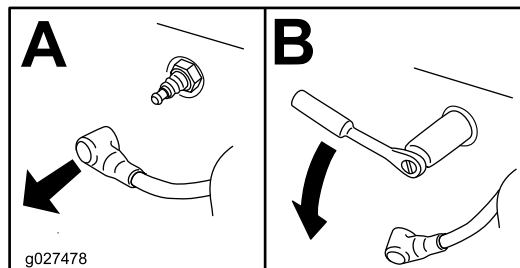

Figura 47
4. Retire a vela de ignição (Figura 47).